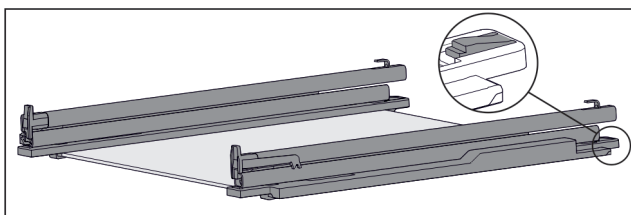

Fig. 77 Skleněná deska s kolejničkami a přídržnými díly
- ▶ Přídržný díl vzadu stlačte dolů (viz Fig. 77) a současně zasuněte kolejničku dozadu.